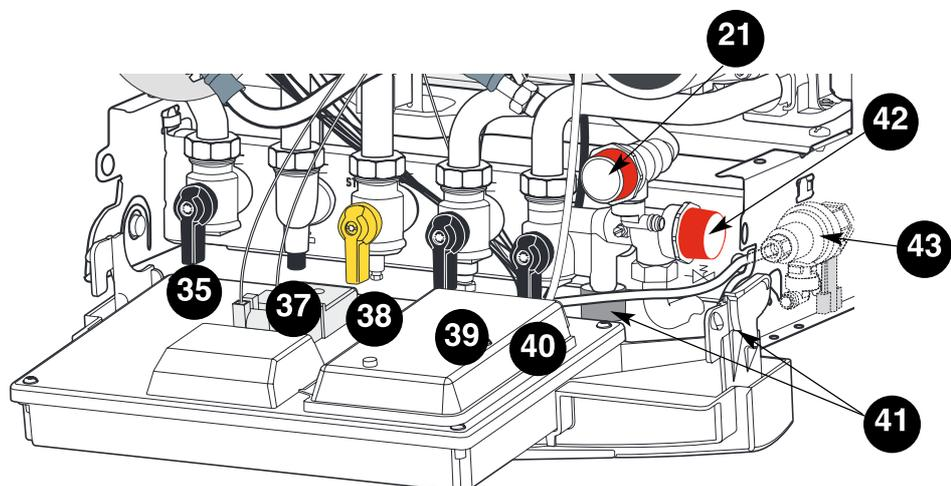

Fig. 20
Pour les défauts 01 et 03 l'afficheur est précédé de la lettre A indiquant un verrouillage de l'appareil, voyant rouge **28** allumé (fig. 20). Pour déverrouiller l'appareil, il faut appuyer sur la touche reset **28**.
### Robinetterie (fig. 20)
3. Ouvrir le robinet gaz **38** (fig.20).